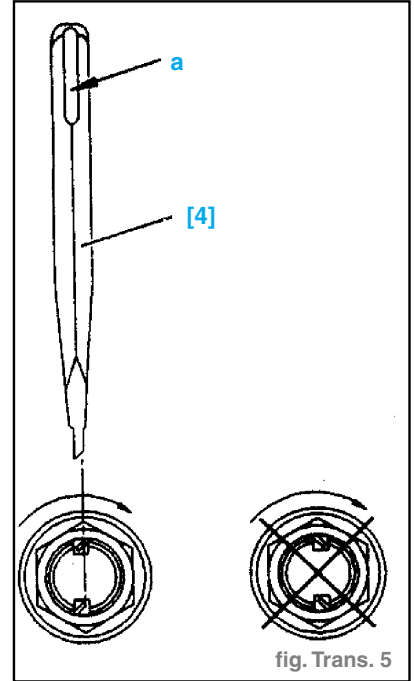

fig. Trans. 5
- Effectuer le freinage de façon à interdire le desserrage de l'écrou. (fig. Trans. 5)